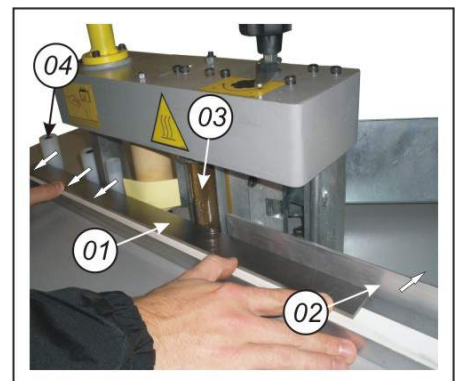

Fig. 38
- ✓ Depois com uma régua de apoio 01 (não acompanha a máquina) apóie a régua na fita e na peça 02 fig. 38.
- ✓ Em seguida empurre as peças 04 até na régua de apoio 01 fig. 38.